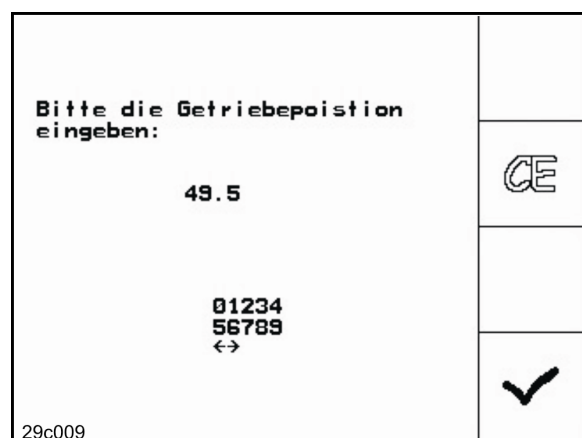

Рис. 78
4.  Подтвердите введенные установки и внесите значение шкалы, отображаемое через положение рычага редуктора на шкале, в открывшемся окне меню (Рис. 78).